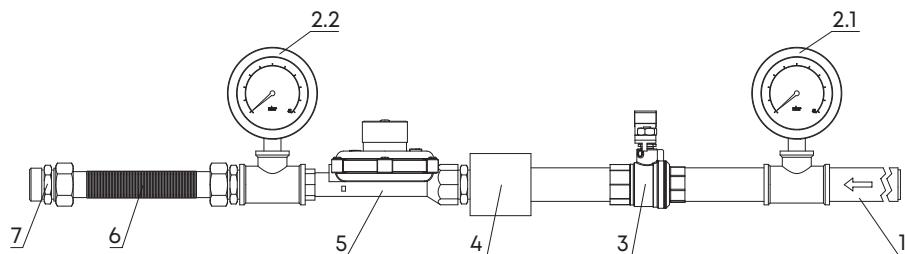
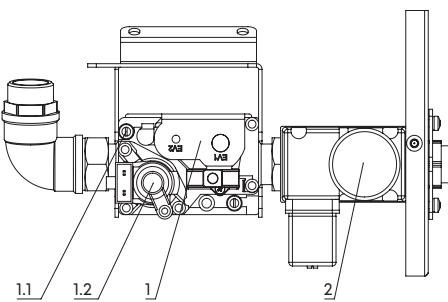

Рис. 4. Подключение тепловентилятора к газовой трубе
Рис. 5. Узел газовых клапанов
Узел газовых клапанов (1, рис. 5) настроен на максимальное давление подачи газа 60 мбар. Если давление подачи превышает указанное значение, может произойти разрыв предохранительной мембрани клапана с защитной блокировкой клапана.
Перед началом монтажа проверьте, что тип подключаемого газа и его давление соответствуют рабочей настройке аппарата, указанной на этикетке на узле газовых клапанов (1, рис. 5) в соответствии с таблицей 1 данного руководства. При этом требуемое давление газа на входе в аппарат должно обеспечиваться во время работы горелки.
- открыть отсечной кран газа (3, рис.4) и проверить герметичность патрубков в соединении с теплогенератором.
Аппарат может работать по одной из категорий, приведенных в таблице 1, то есть работать на природном газе G20 (метан) или сжиженном газе G31 (пропан) в зависимости от его настройки. Рабочая категория (заводская настройка) указана на маркировочной табличке аппарата и на этикетке на узле газовых клапанов (1, рис. 5). Для перехода к другой категории, то есть другому типу газа, необходимо выполнить операции, перечисленные в разделе «Настройка на другой тип газа». При первом включении аппарата необходимо выполнить следующие операции:
- определить категорию аппарата по этикетке на узле газовых клапанов (1, рис. 5);
- подключить аппарат к газу, тип и давление которого соответствуют категории аппарата (указаны на этикетке на узле газовых клапанов (1, рис. 5) и в таблице 1).
- настроить реле газа (2, рис. 5) на давление, указанное для категории в таблице 1;
- ослабить винт на штуцере (1.1, рис. 5) на узле газовых клапанов (1, рис. 5), подключить к нему манометр;
- определить давление газа на входе в аппарат по манометру (2.2, рис. 4). Оно должно соответствовать давлению, указанному на этикетке на узле газовых клапанов (1, рис. 5) в соответствии с таблицей 1. При необходимости скорректируйте входное давление регулятором давления (5, рис. 4);
- определить давление газа на горелку по манометру, подключенному к выходному штуцеру (1.1, рис. 5). Оно должно соответствовать давлению, указанному на этикетке на узле газовых клапанов (1, рис. 5) в соответствии с таблицей 1. При необходимости настройте давление поворотом регулятора давления (1.2, рис. 5) на узле газовых клапанов (1, рис. 5). Для этого снимите колпачок регулятора и отверткой поверните винт по часовой стрелке для увеличения давления или против для уменьшения.
- настроить регулятор давления узла газовых клапанов (1.2, рис. 5) на давление горелки, указанное для категории в таблице 1, для этого:
- ослабить винт на штуцере (1.1, рис. 5) на узле газовых клапанов (1, рис. 5) и подключить к нему манометр;
- определить давление газа на горелку по манометру, подключенному к выходному штуцеру (1.1, рис. 5). Оно должно соответствовать давлению, указанному в таблице 1 для настраиваемой категории. Настройте давление поворотом регулятора давления на узле газовых клапанов (1.2, рис. 5). Для этого снимите колпачок регулятора и отверткой поверните винт по часовой стрелке для увеличения давления или против для уменьшения;